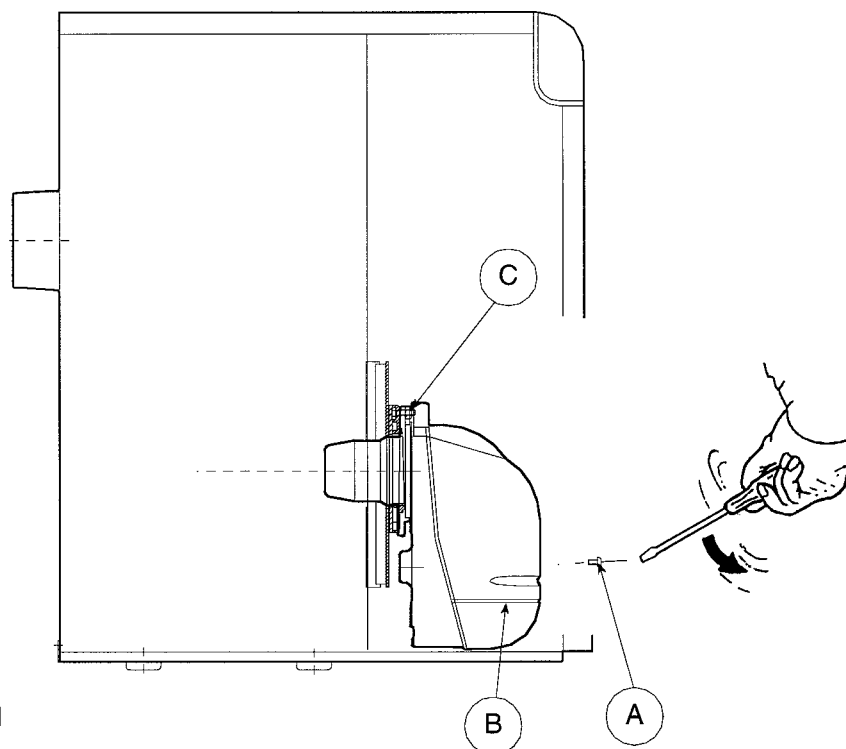

Fig. 21
- Quitar la protección (B) aflojando el tornillo (A), podemos así acceder a todos los componentes.
- Aflojar la tuerca (C) y posicionar el quemador según fig. 21.